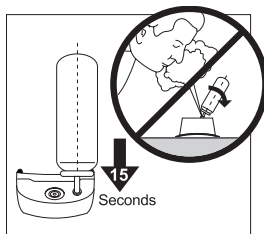

Fig. 1
2. Laat eerst de lucht uit het vulreservoir ontsnappen door de vulopening (6) tweemaal met een schroevendraaier naar beneden te drukken.
3. Steek de spraykop van bovenaf in de vulopening (6) van het apparaat.
4. Om het apparaat te vullen houdt u de spraykop op de vulopening (6) ca. 15 seconden ingedrukt (fig. 1).